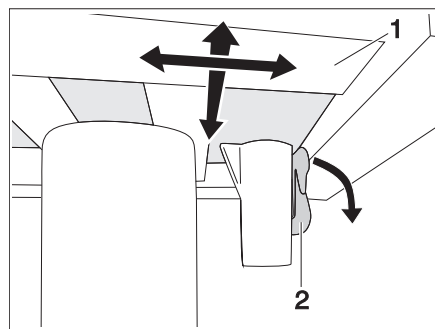

Bild 98 Spärr bord med en pelare (låst)
- Fäll ned spärren (Bild 98,2).
- Förskjut bordsskivan (Bild 98,1) till önskat läge.
- Fäll upp spärren (Bild 98,2) igen.